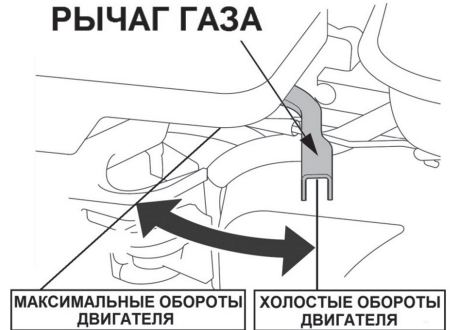

Рис. 16. Положения рычага газа
- Переведите рычаг газа 5 (Рис. 1) на 1/3 хода в сторону положения максимальных оборотов двигателя (Рис. 16).